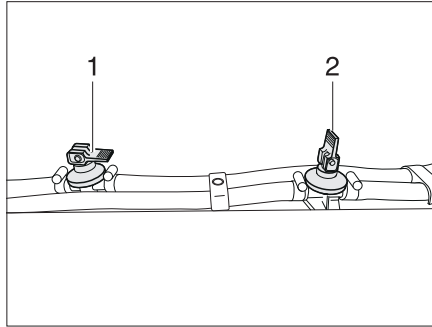

Fig. 356 Llave de desagüe
- Cerrar todas las llaves de desagüe. Colocar para ello el balancín (Fig. 356,1) en posición horizontal.